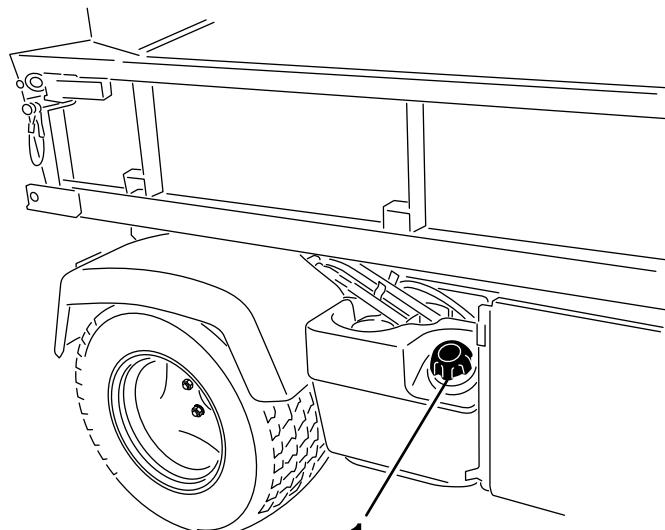

Figura 17
2. Rimuovete il tappo dal serbatoio del carburante (Figura 17).